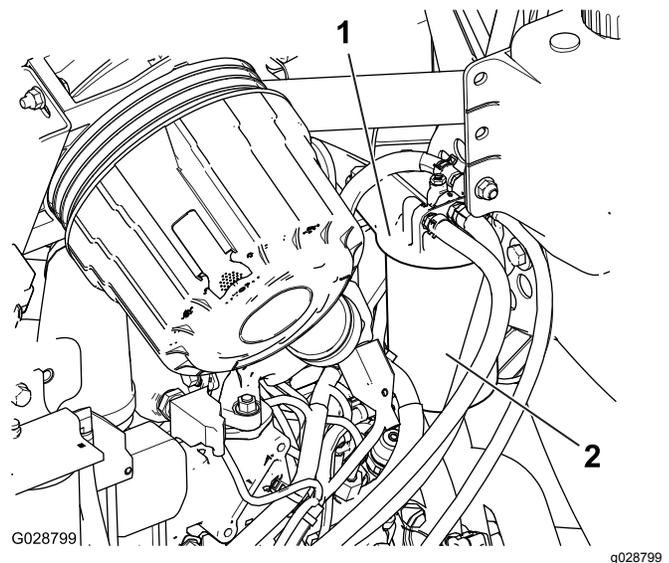

Figure 90
1. Nettoyez la surface autour de la tête du filtre à carburant (Figure 90).
2. Déposez le filtre et nettoyez la surface de montage de la tête du filtre (Figure 90).